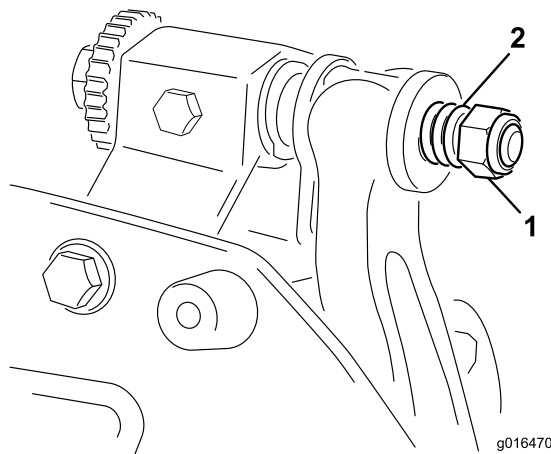

Рисунок 22
6. Затяните гайку затяжки пружины до полного сжатия пружины, а затем ослабьте, повернув в обратную сторону на пол-оборота (Рисунок 22).